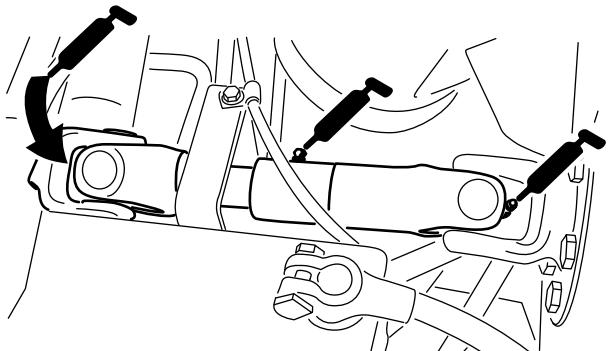

Bild 42
- U-Gelenk der Pumpenantriebswelle (3) (Bild 42)